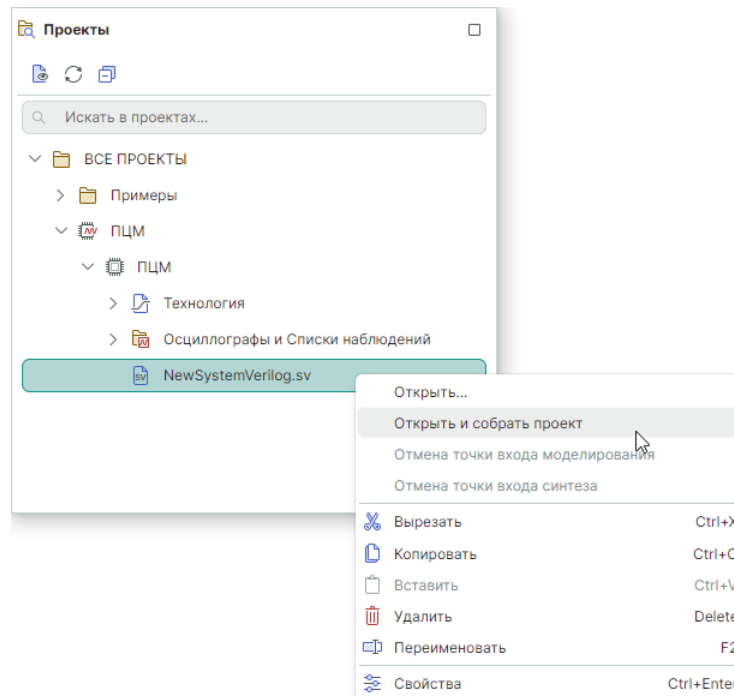

Рис. 49 Запуск компиляции из контекстного меню
2. Выберите «Открыть и собрать проект», см. Рис. 49.